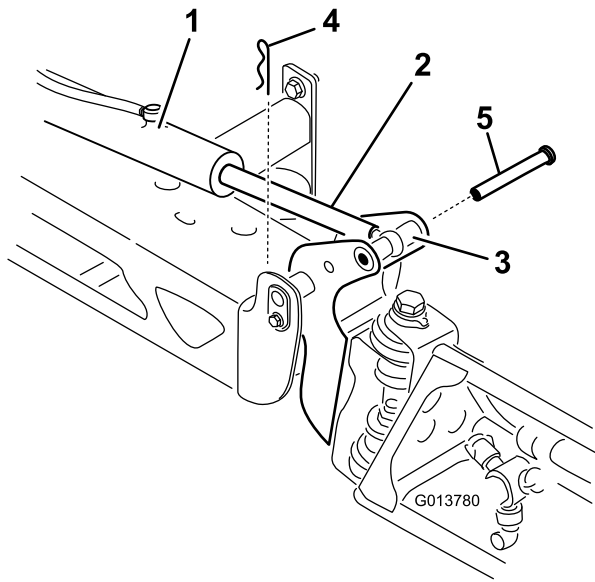

图36
2. 从枢轴销 图36上拆下开口销。
3. 提起喷洒臂、然后拆下柱销图36。慢慢将喷洒臂降落到地面上。
6. 提起喷洒臂、使其枢轴对准提升器杆。支撑住喷洒臂、将柱销插入喷洒臂枢轴和提升器杆图36。